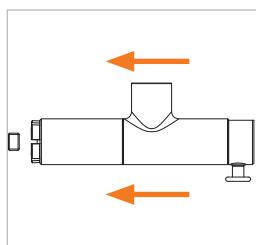

Abbildung 10
- ▶ Stecken Sie den Adapter mit gedrücktem Ventilknopf (Pos. 4) gerade und soweit auf den Prüfling auf, bis die Frontdichtung (Pos. 7) den Prüfling berührt (*Abbildung 10*). Dadurch wird eine Beschädigung der Frontdichtung durch eventuell scharfe Kanten am Prüfling vorgebeugt und das richtige Anschließen gewährleistet.